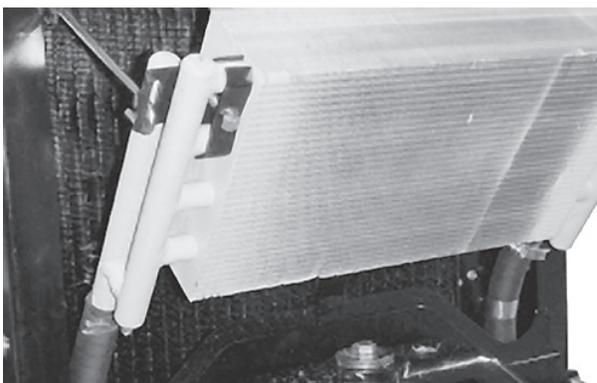

図 46
3. オイル・クーラのラッチを外し、クーラーを後ろに傾ける (図46)。オイル・クーラとラジエーターの裏表を水または圧縮空気で丁寧に清掃する。オイル・クーラを元に戻し、スクリーンを閉める。